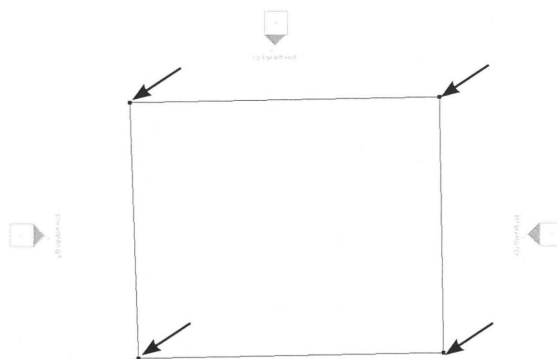

Fig. 10.07. Placer 4 punkter i en *Elevation* højde der er 0,0.
- Placer nu 4 punkter, så de danner en firkant (Fig. 10.07). Du kan ikke få hjørnerne 100% retvinklet.